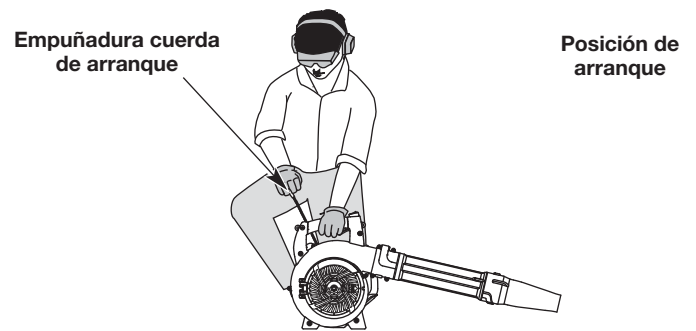

Fig. 7
ADVERTENCIA: Se debe evitar arrancar accidentalmente la unidad. A fin de evitar que se produzcan lesiones graves, el operador y la unidad deben estar en una posición estable cuando se jala la cuerda de arranque (Fig. 7).
6. **NO** apriete el control del acelerador. Agacharse en la posición de arranque (Fig. 7).
7. **NO** apriete el control del acelerador. Tire de la cuerda de arranque con un movimiento firme y controlado **5 veces** (Fig. 7).